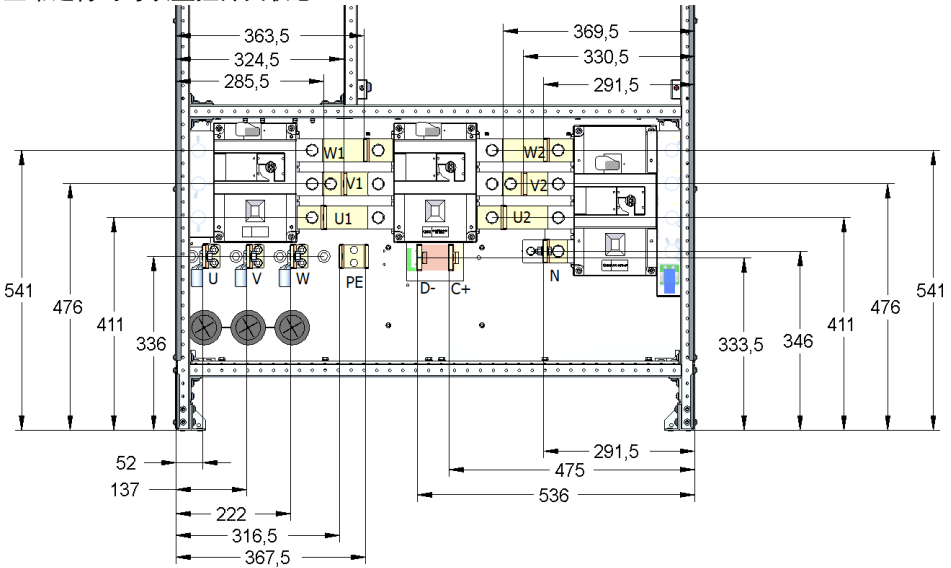
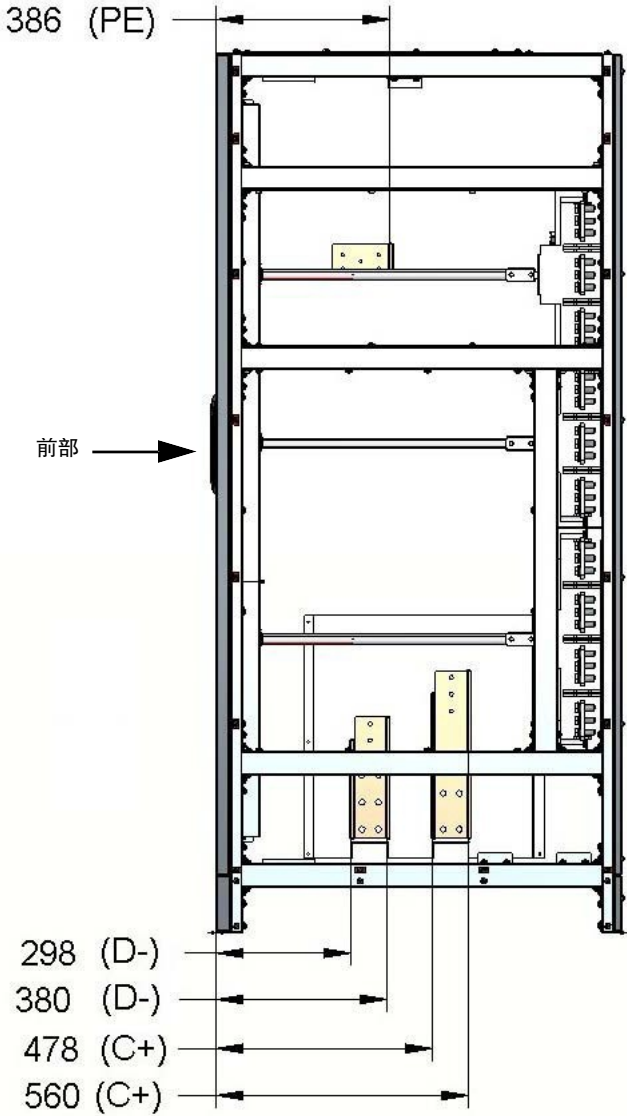

图 29 - Liebert EXL S1 300/400 kVA客户的电源连接 (前视图)
图 45 - Liebert EXL S1 1000/1200
UPS 前面的电源连接 (请参见图 29 - 图 45) 有:
- 蓄电池柜应当安装在 UPS 附近（UPS 内部的电池输入连接位置请见图 29 - 图 45）。